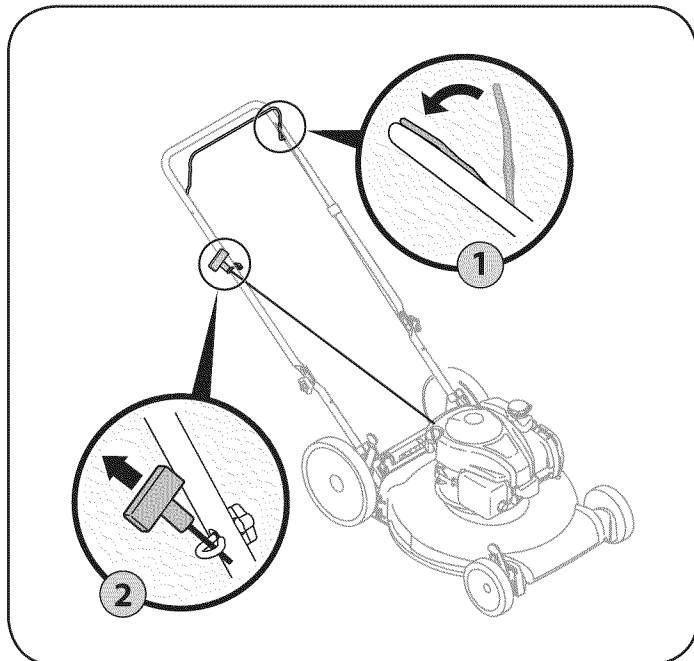

Figura 13
1. Colóquese detrás de la podadora, apriete la manija de control de la cuchilla y sosténgala contra la manija superior. Vea la Figura 13.
2. Sostenga firmemente las dos manijas juntas, tome la manija del arrancador de retroceso y tire de la cuerda para sacarla con un movimiento rápido y continuo. Vea la Figura 13. Mantenga firme la manija del arrancador, deje que la cuerda regrese lentamente al arrancador. Repita hasta que el motor esté en marcha. Deje que la cuerda se enrosque lentamente de regreso.